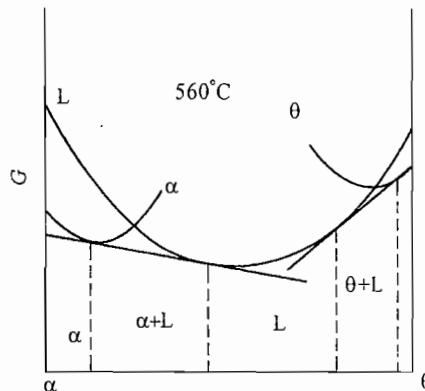

图 18-6 第四题第 6 小题解答图
6.  $T = 560^{\circ}\text{C}$  温度时各相的自由能—成分曲线示意图如图 18-6 所示。